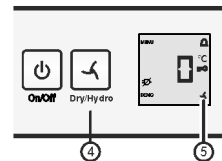

Fig. 3
- ▶ **hydro** instellen: Druk op de toets dry/hydro Fig. 3 (4) tot het symbool  wordt weergegeven. Laat de toets los.
- ▷ Het symbool dry/hydro Fig. 3 (5) brandt.
- ▶ Stel **dry** in: Druk op de toets dry/hydro Fig. 3 (4) tot het symbool  niet meer wordt weergegeven. Laat de toets los.